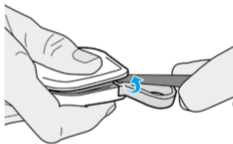

Abb. 4b
2. Dann die beiden Gehäuseteile langsam und fest auseinanderspreizen - **Abb. 4b**.